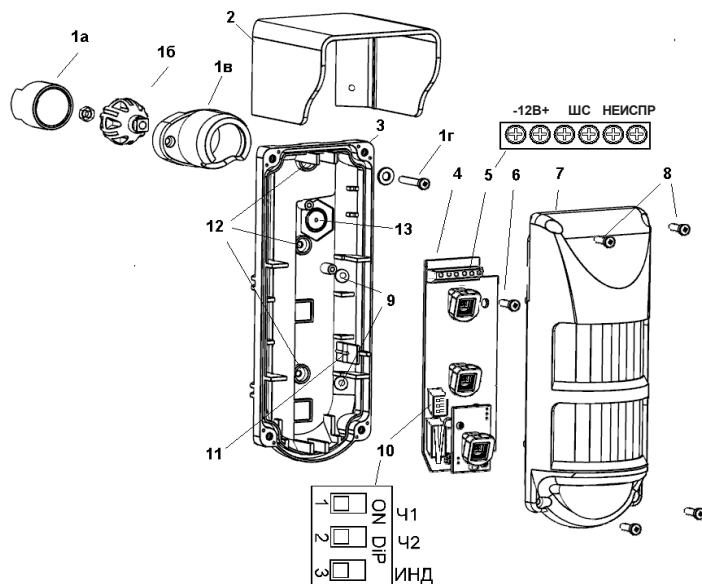

Рисунок 1 — Конструкция извещателя
5.1 Извещатель (рисунок 1) состоит из основания (3), печатной платы (4) и крышки (7). В комплект поставки входят кронштейн (1) и козырек (2) для защиты от осадков. Крышка крепится к основанию четырьмя винтами (8) с использованием герметизирующей прокладки. Печатная плата фиксируется на основании защелкой (11) и винтом (6). Перед установкой извещателя крышку и печатную плату следует отделить от основания.